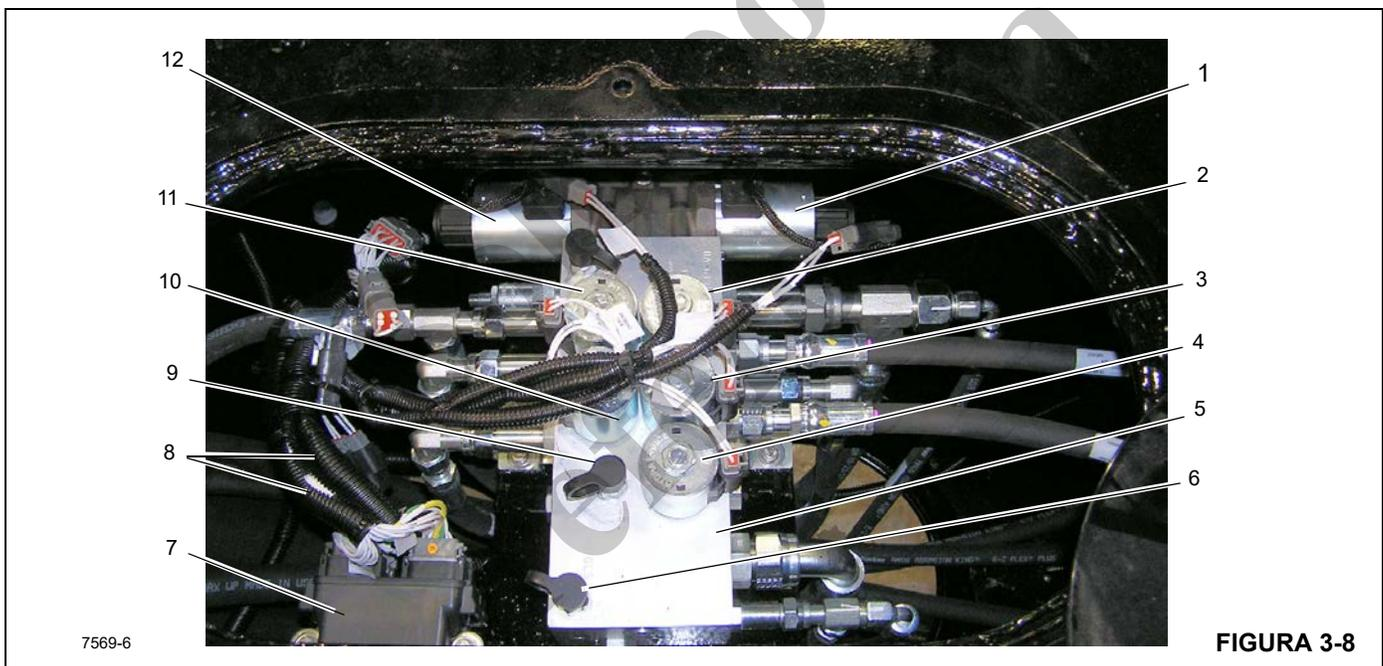

Figura 3-8 Lista de artículos
Hay dos colectores de estabilizadores ubicados en el bastidor de la caja de torsión de la grúa. El colector de estabilizadores delantero está montado en el centro del bastidor entre la cabina y la caja de estabilizadores delanteros (Figura 3-8).
NOTA: Los módulos de estabilizadores delantero y trasero (Figura 3-8 y Figura 3-9) no se pueden reparar; comuníquese con el servicio al cliente de Manitowoc Crane Care si tiene preguntas sobre el servicio técnico y la reparación del módulo.
Los solenoides del colector de estabilizadores delantero (Figura 3-8) controlan la selección de los componentes de estabilizadores delanteros, el estabilizador delantero sencillo (SFO) opcional (si lo tiene) y las funciones de extender y retraer de todos los componentes de los estabilizadores delanteros.
- El solenoide del estabilizador delantero sencillo (SFO) (4) extiende o retrae el SFO cuando se lo activa. Cada vez que se oprima el interruptor de retracción en la caja de control de estabilizadores, el estabilizador delantero sencillo es el primero en retraerse.
- El solenoide de extensión (12) controla las funciones de extensión de todos los componentes de estabilizador.
- El solenoide de retracción (1) controla las funciones de retracción de todos los componentes de estabilizador.
- Los solenoides (2), (3) y (10), (11) controlan los componentes de estabilizadores delanteros. Vea la Figura 3-8 para la identificación de solenoides.
- Los módulos delanteros inferiores N° 1 y N° 2 están montados en el tubo (7) y conectados al arnés de alambrado principal del bastidor inferior (8), proporcionando datos funcionales del estabilizador al módulo del servidador principal.